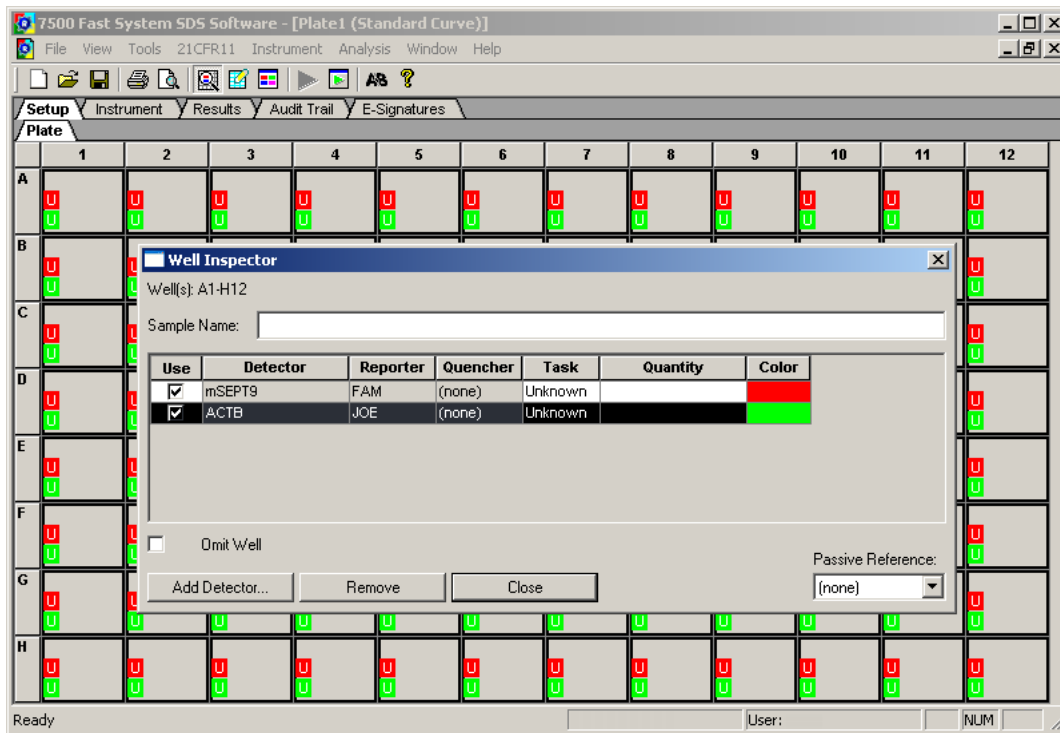

Figura 1: Captura de pantalla después de confirmar las configuraciones en la ventana "Well Inspector".
- Comprobar que “Passive Reference” está configurado en “(none)” (véase Figura 1).